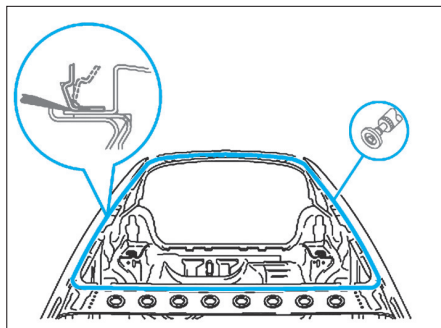

FIG. 24
- Poncer le cordon de soudure laser et replier vers le haut les pièces restantes à l'aide d'un burin et extraire ces dernières en faisant levier (Fig.24).